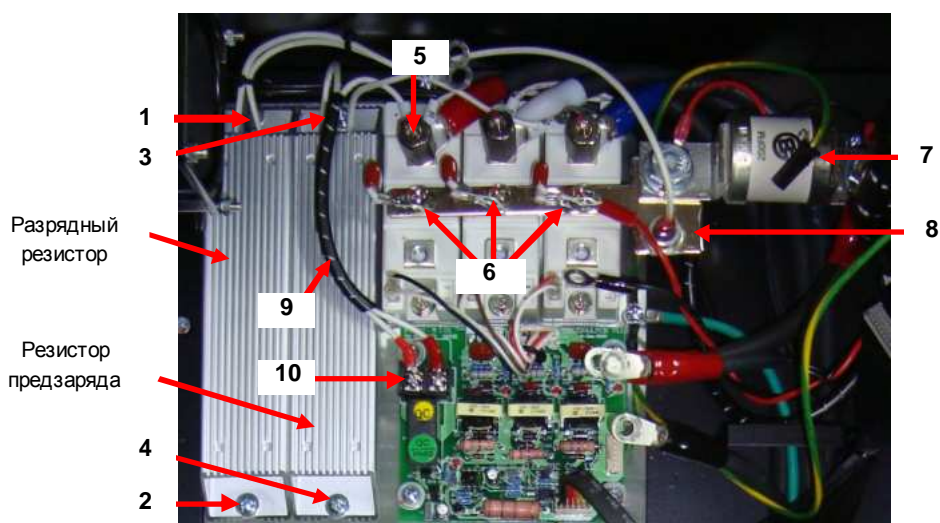

Рис. 7.10. Расположение разрядного резистора и цепи предзаряда.
7.8.1.1. Установить резистор предзаряда, вставив проушину на его основании со стороны проводов, под шайбу к винту 3 (рис. 7.10).
7.8.1.2. Зафиксировать резистор, вкрутив винт 4 в свободную проушину (рис. 7.10). Затянуть винты.
7.8.1.3. Закрепить стойкой 5 наконечник «R» перемычки цепи предзаряда, наконечник «R» провода питания трансформатора, а также наконечник силового в одного кабеля фазы «R» (красного цвета) (рис. 7.10).
7.8.2.1. Установить резистор предзаряда, вставив проушину на его основании со стороны проводов, под шайбу к винту 3 (рис.7.10).
7.8.2.2. Зафиксировать резистор, вкрутив винт 4 в свободную проушину. Затянуть винты (рис.7.10).
7.8.2.3. Прикрутить провод резистора с наконечником к клемме «ТВ1» платы управления тиристорами. Скрутить монтажной спиралью данный провод с перемычкой цепи предзаряда (рис.7.10).
7.8.4. Установить «шину +» с диодом предзаряда. Вкрутить три винта 6, надев на них наконечники снабберных конденсаторов, как показано на рис.7.10.
7.9.1. Установить резистор, вставив проушину со стороны проводов резистора, под шайбу к винту 1 (рис.7.10).
7.9.2. Зафиксировать резистор, вкрутив винт 2 и затянуть винты (рис.7.10).